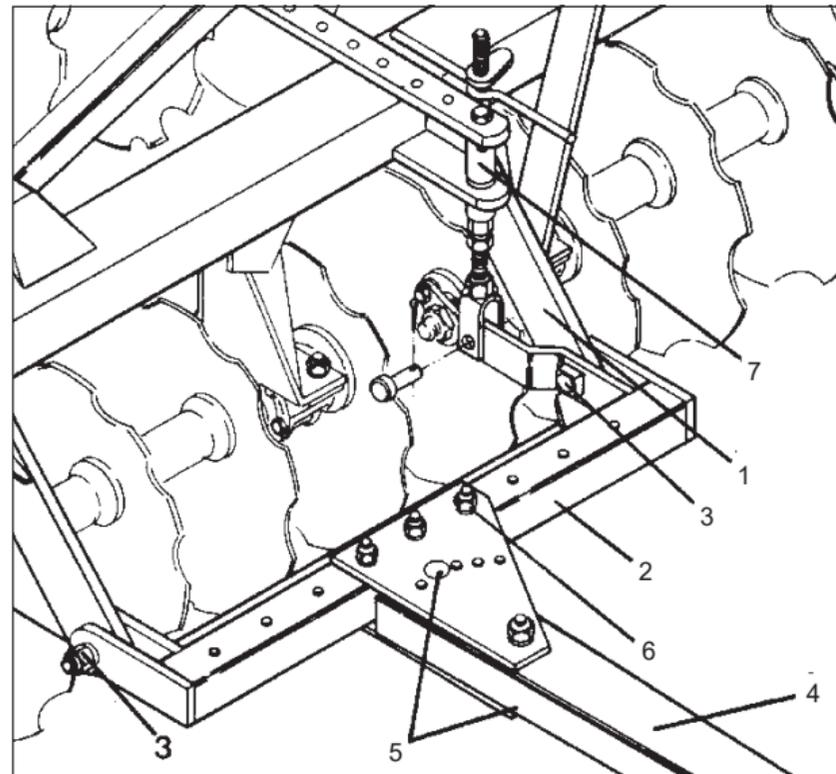

FIGURA 09
18 - Quando a grade for de pneus, colocar a manivela de trava do cabeçalho item 7 na barra transversal item 2 e armação dianteira item 1, conforme mostra a **Figura 09**.